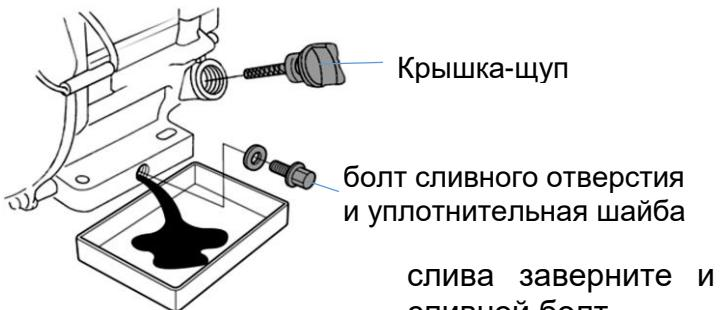

Рис. 19
- Подготовьте емкость для слива отработанного масла и разместите ее под сливным болтом на картере двигателя. Отверните сливной болт (см. рис. 19). Чтобы масло легче сливалось снимите крышку-щуп с горловины патрубка для заливки масла.